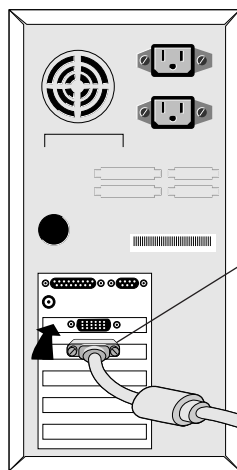

Abbildung A.1
2. **Beim PC:** Schließen Sie das 15-Stift-D-SUB-Minikabel des entsprechenden Signalkabels an die entsprechende Buchse der Bildschirnkarte in Ihrem Computer an (Abbildung A.1). Ziehen Sie alle Schrauben fest an.